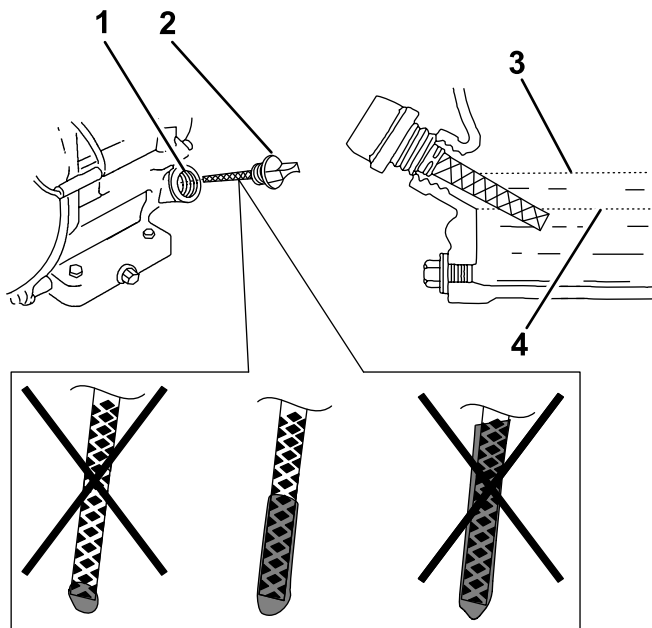

Figura 27
- Retire el tapón/varilla de aceite (Figura 27).
- Vierta lentamente aproximadamente el 80% de la cantidad especificada de aceite por el orificio de llenado (Figura 27).
- Coloque el tapón/varilla de aceite (Figura 27).